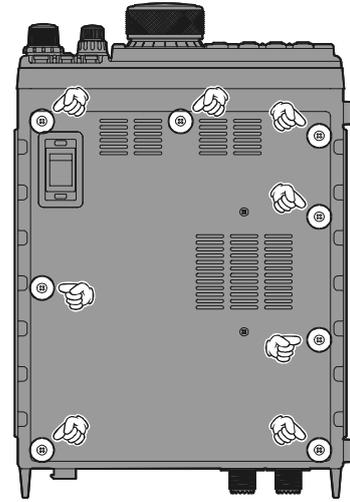

図1
2. 本体上面にある8本のビスを外して、上面ケースとスピーカのコネクターを外します(図1参照)。